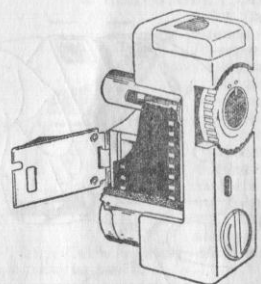

Рис. 7.
5.1.3. Открыть прижимной столик 19, установить кассету с фотопленкой в фотоаппарат. Вставить конец фотопленки в прорезь приемной катушки 16 так, чтобы он вышел через противоположную прорезь катушки. Убедиться в том, что фотопленка лежит на полозках фильмового канала катушки и зубья звездочки 15 входят в перфорацию фотопленки (рис. 7).